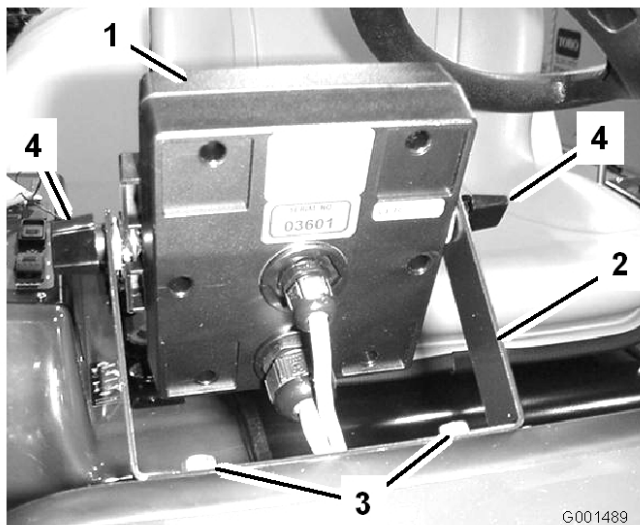
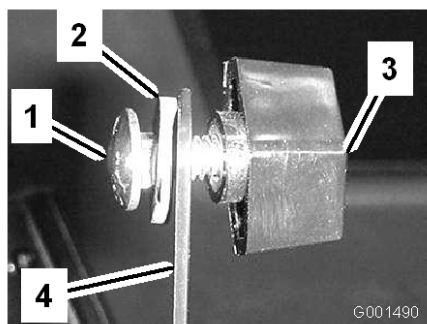

図 5
図 6
2. モニタのブラケットをダッシュボードに取り付ける；フランジヘッド・ボルト (1/4 x 3/4 in) 2本とフランジ・ナット (1/4 in) 2本を使用する (図 5)。
- キャリッジボルト、ゴム・ワッシャ、ノブ各2個を、図5および図6のように仮止めする。
- ブラケットにスプレープロを取り付け(図5)、ノブで固定する。